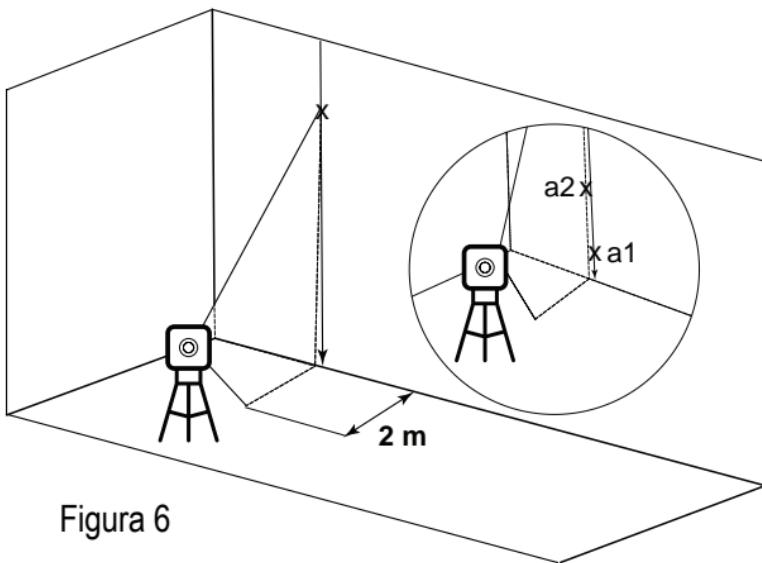

Figura 6
- 6) Marque o ponto a2 na parede, no centro da viga vertical, à mesma altura de a1 (ver figura 6).